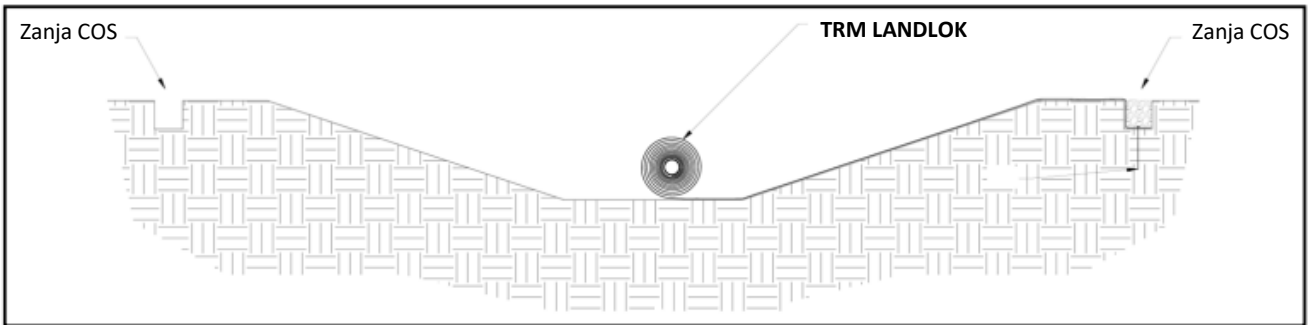

Figura 11: Colocación perpendicular del LANDLOK a través del canal
6. Desenrolle el LANDLOK en la superficie del canal que será reforzada (Figura 11). Asegúrese que el LANDLOK tenga un contacto íntimo con el suelo y se remuevan todas las superficies irregulares debajo del LANDLOK.